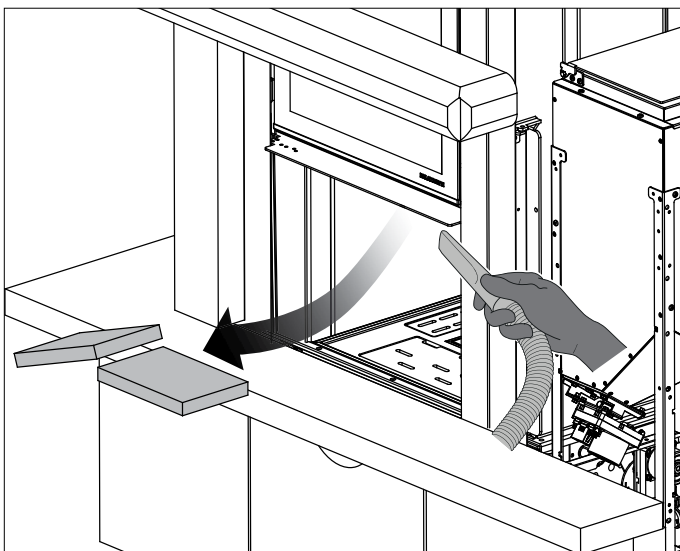

fig. 6.1
- Die Tür des Heizofens öffnen und die beiden oberen Platten Magnofix (Abb. 6.1) herausnehmen.